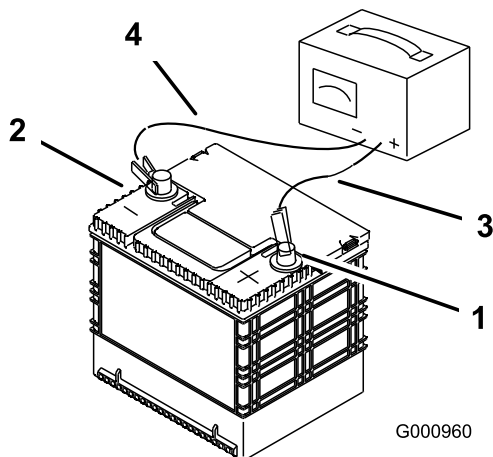

Figure 70
3. Quand la batterie est chargée au maximum, débranchez le chargeur de la prise, puis débranchez les fils du chargeur des bornes de la batterie (Figure 70).